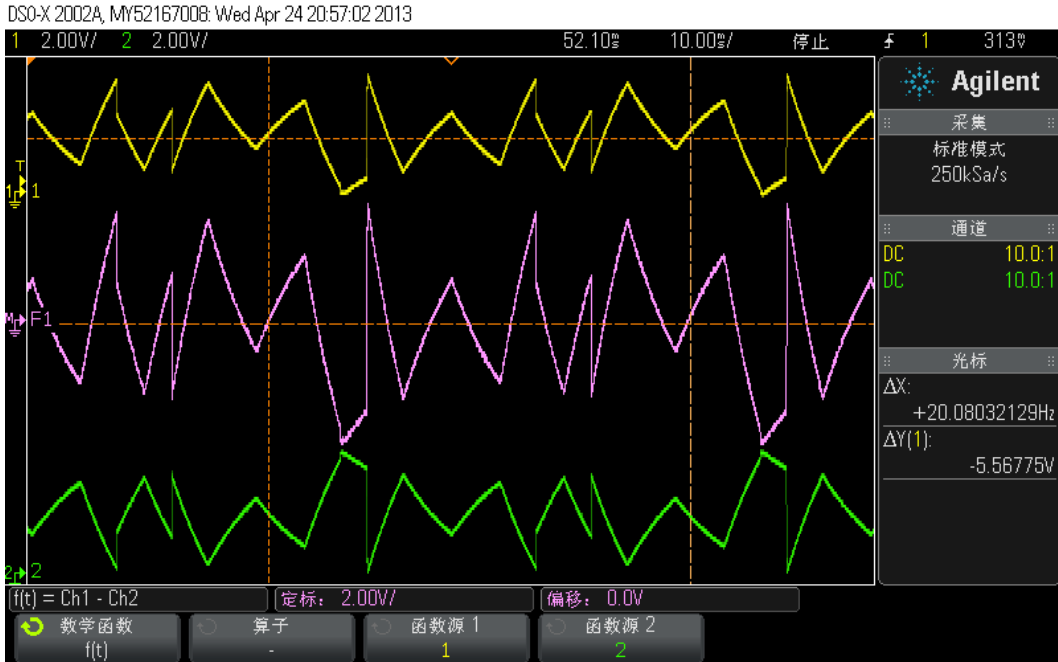

图 21.10 功率放大器正负对地输出以及正负差
- 3) 图 21.10 所示通道 1 接功率放大器对地正输出，通道 2 接功率放大器对地负输出，增了了 Math（紫色），显示的是两个信号的差。